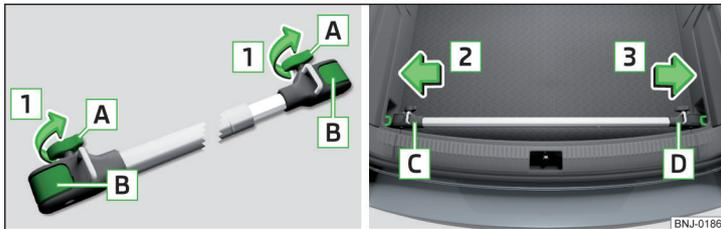

Abb. 110 Querträger einbauen: Schrauben lösen und Halterungen entriegeln / Querträger auf die Verzurrosen setzen
- Die Schrauben **A** » Abb. 110 in Pfeilrichtung **1** ganz lösen und teilweise herausziehen.